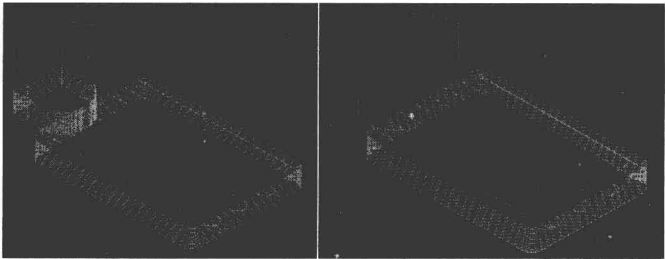

图 1-20 2D 与螺旋式渐降斜插刀具路径的对比
4) 在“操作管理员”对话框中选择“刀具路径模拟”，单击主菜单区“自动执行”，刀具路径如图 1-20 左图所示。将本例保存为“外形 1.mc9”文件。
4) 在“操作管理员”对话框中选择“刀具路径模拟”, 单击主菜单区“自动执行”, 刀具路径如图 1-20 右图所示。将本例保存为“外形 2.mc9”文件。